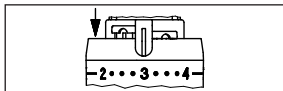

Abb.9
2. Die beiden Elemente aus der „Parkposition“ herauschieben und in die Position rechts und links von der Einstellmarke einstecken (Abb. 9).